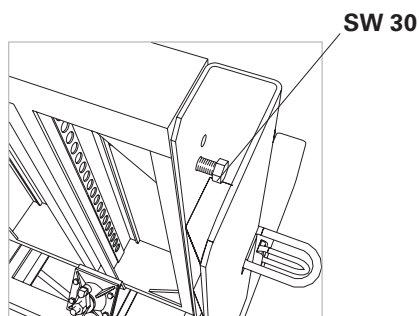

Fig. 7
1. Allentare e togliere le quattro viti (4) della presa per gru RAPID 2. (Fig. 7)